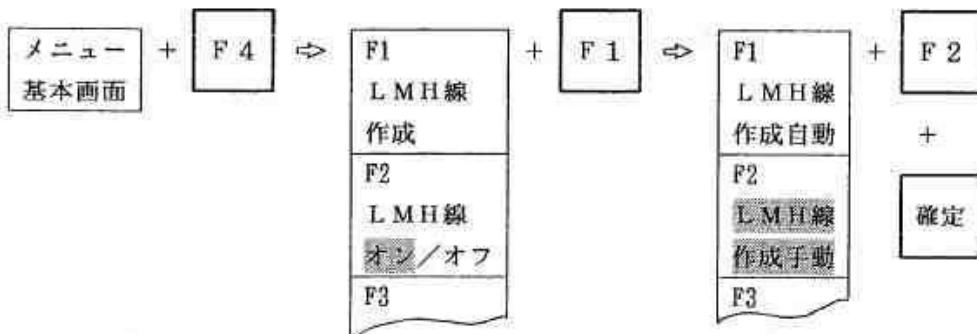

図 9.3.5 LMH線手動作成の手順
- ① 先ず探触子を走査して、最もエコーが高くなった位置でも、そのエコーが飽和しないように、ゲインを調整します。
- ② メニューエリアにメニュー基本画面が表示されている状態で、選択キー [F4] を1回押します。図 9.3.5 のような選択メニューが表示されます。